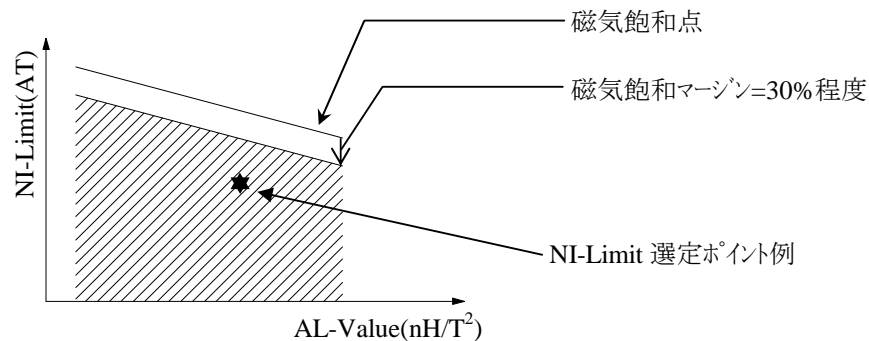

図 8-1 コアの NI-Limit vs. AL-Value 特性例
トランスフェライトコアの AL-Value 値は、一次巻線 N_P とドレイン電流 I_{DP} から求まる NI-Limit (AT) の値を考慮し、磁気飽和を生じない AL-Value 値を選定します。算出された NI-Limit 値 ($= I_{LPK}' \times N_P$) は、常に図 8-1 の NI-Limit vs. AL-Value 特性曲線内 (斜線) にあることが必要です。また、NI-Limit vs. AL-Value の関係を満足するフェライトコアを選ぶときは、温度などのバラツキに対する設計マージンを考慮して、算出した NI-Limit 値がコアデータ上 NI-Limit に対して、30%程度低くなるように設定することを推奨します。